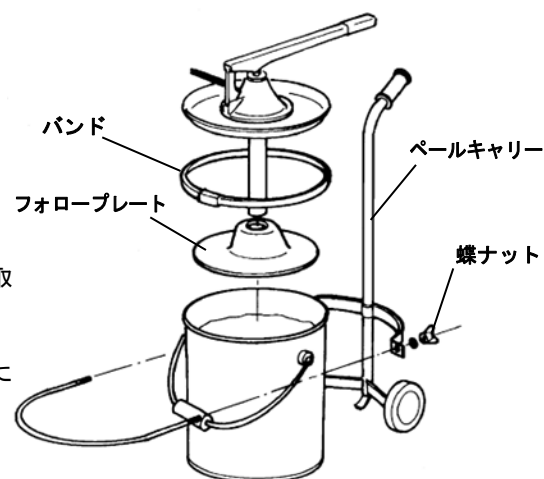

Fig.3
- 2) 新しいペール缶入りのグリースの蓋を取り外してください。(Fig.3)
- 3) ペール缶入りのグリースの表面を平らにし、フォロープレートを中央にセットしてください。(Fig.3)
- 4) ポンプ組立のサクション部をきれいに拭いてから、フォロープレートの中央の穴にポンプのサクション部を通すようにして蓋をペール缶にセットしてください。(Fig.3)
- 6) ペールキャリア車輪部の爪をペール缶の底にかけてください。Uボルトをペール缶の胴部にかかけ、蝶ナット（2か所）を締め込んで、確実に固定してください。(Fig.3)